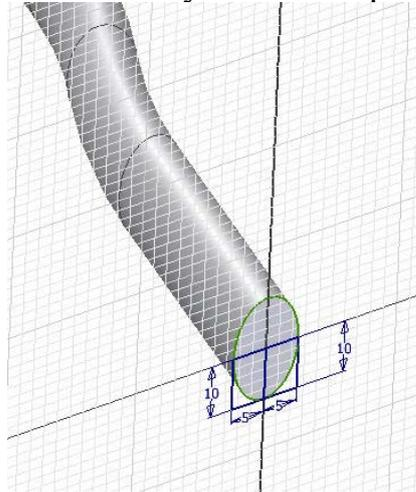

Рисунок 5
- Нажмите кнопку  **Эскиз** для построения нового эскиза и выберите торец рукоятки (рис. 5).